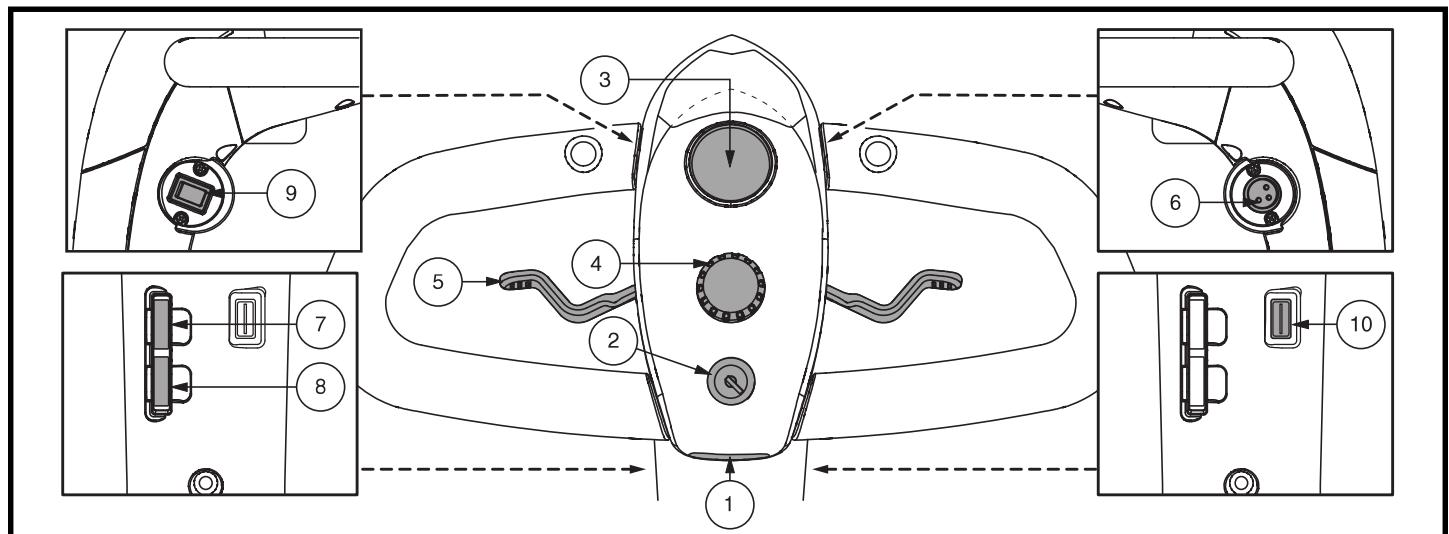

Figure 5. Tableau de bord E (Modèle Jazzy ZTS)
*Le réceptacle du cordon d'alimentation du chargeur (port de barre) fonctionne également commeen tant que port de programmation dans les consoles de trame E et F (**voir les figures 5 et 6**).